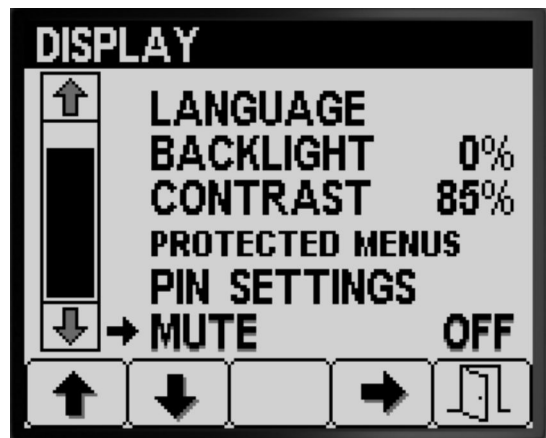

Figura 31
2. Prima o botão 4 para ATIVAR ou DESATIVAR o indicador áudio (Figura 31).
3. Prima o botão 5 para guardar essa definição, sair do ecrã SILENCIAR e voltar ao ecrã DEFINIÇÕES (Figura 31).